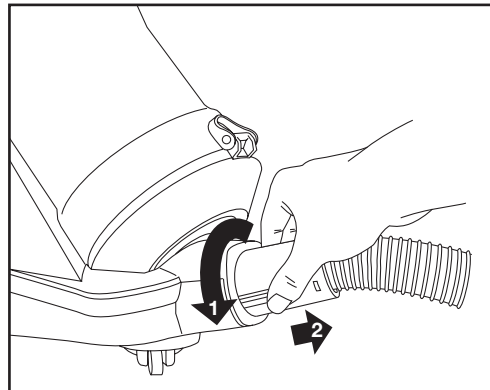

Fig. 2
- Para desacoplar el conjunto manguera del aspirador, gire contrario a las agujas del reloj el acoplamiento de la manguera y estire hacia fuera. (Fig. 2).